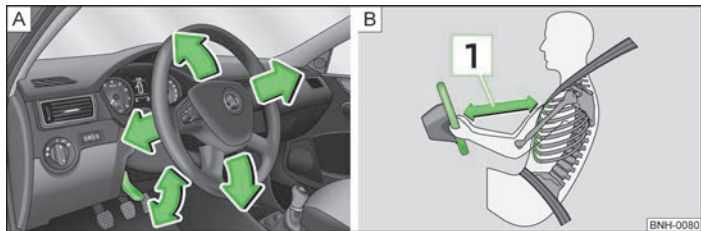

Fig. 62 Volan reglabil: Maneta de sub volan / distanța sigură față de volan
- Respectați o distanță de minim 25 cm **[1]** față de volan » fig. 62 la pagina 68 - **[B]**. Dacă nu se respectă această distanță, sistemul airbag nu își poate exercita eficiența maximă - Pericol!
- Rabatați în jos maneta de sub volan » [fig. 62 - \[A\]](#).